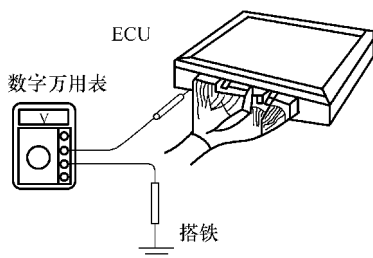

图 5-72 测量 ECU 端子电压
4) 如图 5-72 所示,依次将数字万用表红表笔从导线插接器的导线一侧插入,测量 ECU 各端子与搭铁之间电压。